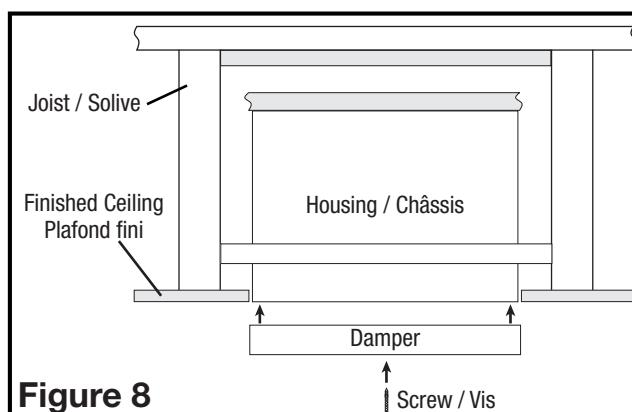

Figure 8
ceiling damper is designed to install only in Air King Model AKFH1 housings. Install the ceiling damper & ceiling damper frame into the opening of the fan housing. The ceiling damper frame is designed to fit on the outside of the housing and the ceiling damper will sit on the inside of the fan housing (Figure 8).
3. Once positioned in place secure the ceiling damper frame to the fan housing using two of the supplied #6 x 1" screws. Carefully drive the screws through the two oblong slots on the ceiling damper frame into the screw retaining lances on each side of the fan housing. Complete this step slowly as you do not want to damage the lances on the housing (Figure 8).
L'amortisseur de plafond AKFD1R est conçu pour être installé uniquement dans les boîtiers du modèle Air King AKFH1. Installez l'amortisseur de plafond et le cadre d'amortisseur de plafond dans l'ouverture du boîtier de ventilateur. Le cadre d'amortisseur de plafond est conçu pour s'adapter à l'extérieur du boîtier et l'amortisseur de plafond sera placé à l'intérieur du boîtier de ventilateur (Figure 8).
3. Une fois en place, fixez le cadre de l'amortisseur de plafond au boîtier du ventilateur à l'aide de deux des vis n° 6 x 1 po fournies. Enfoncez avec précaution les vis dans les deux fentes oblongues du cadre de l'amortisseur de plafond, dans les lances de fixation de chaque côté du boîtier du ventilateur. Complétez cette étape lentement car vous ne voulez pas endommager les lances sur le boîtier (Figure 8).